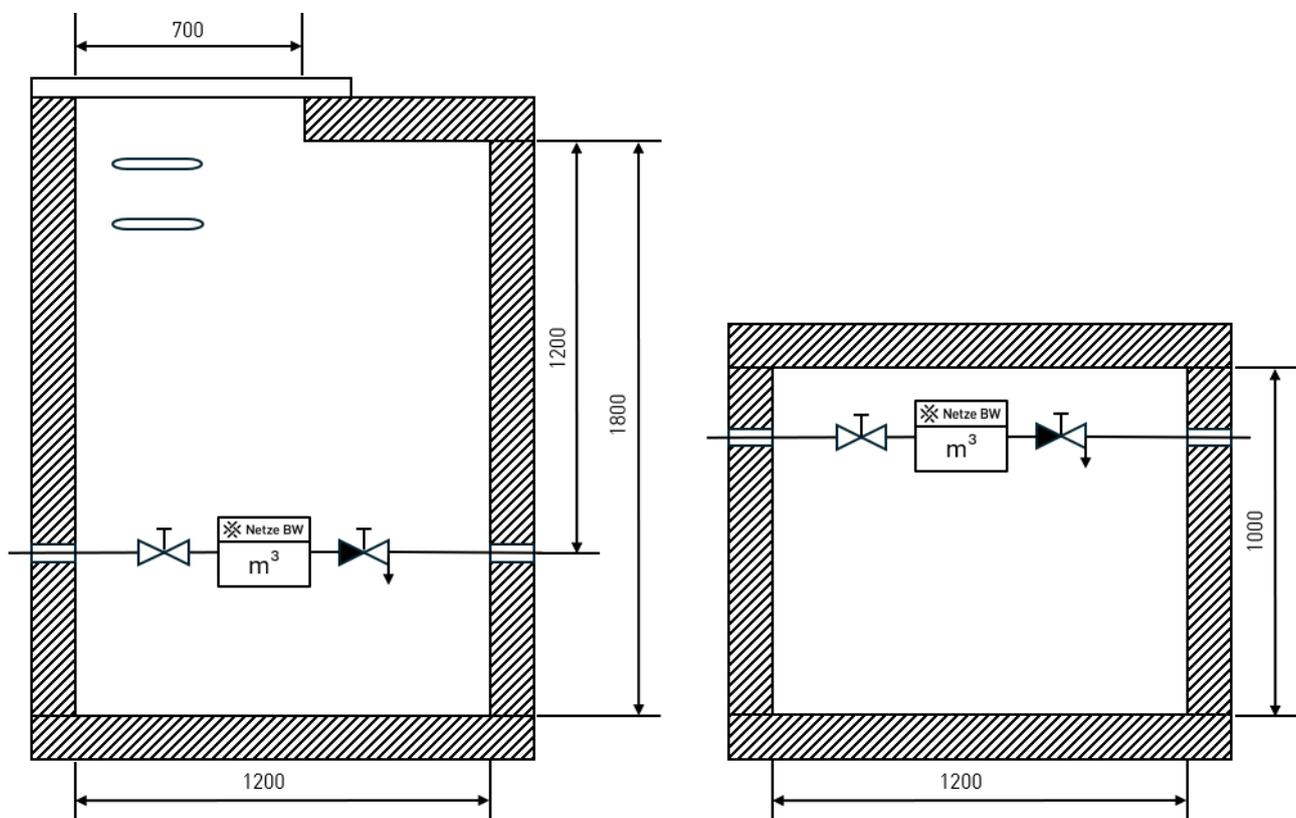
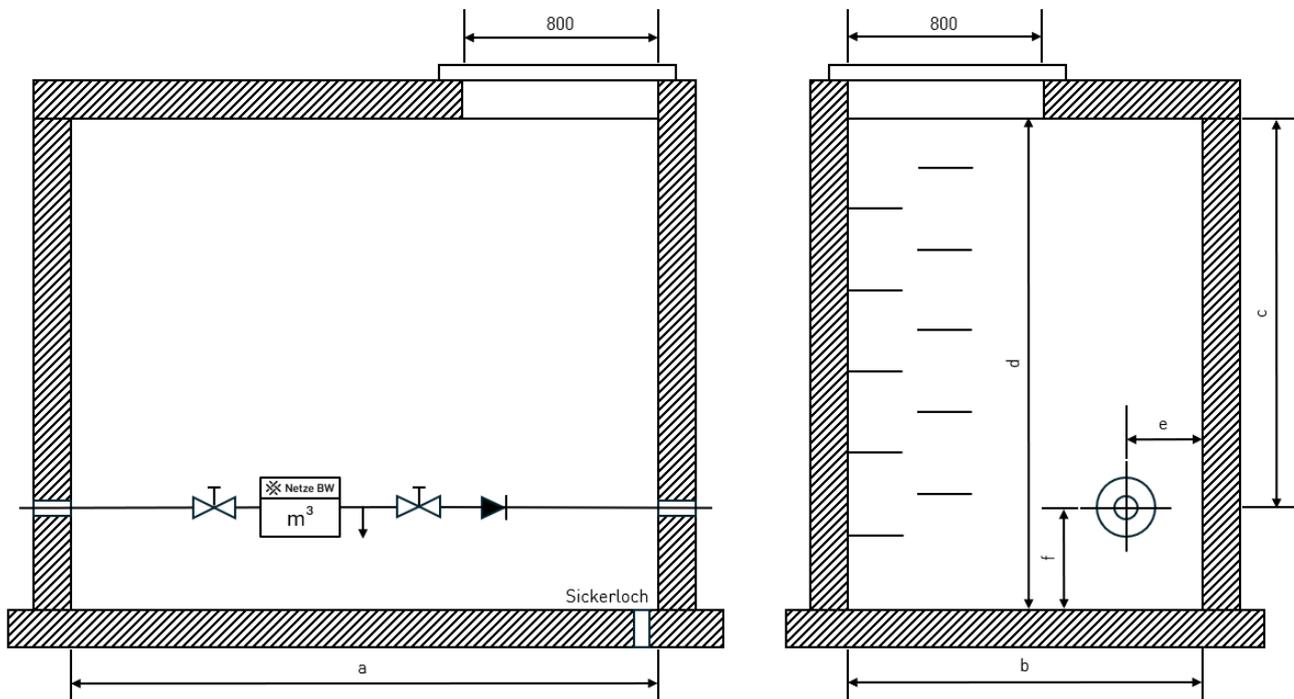

Abbildung 5: Schachtmaße in mm für Anschlussleitungen bis da 63
Abbildung 6: Schachtmaße in mm für Anschlussleitungen größer da 63
Bei der Einstiegsöffnung ist eine lichte Weite (LW) von 800 x 800 mm bzw. einen Mindestdurchmesser von 800 mm einzuhalten (Abbildung 6). Bei Schächten für Anschlussleitungen  $\leq$  da 63 ist eine Einstiegsöffnung von 700 x 700 mm zulässig (Abbildung 5). Die in der Maßtabelle (Tabelle 1) angegebenen Abmessungen stellen Mindestanforderungen für die Unterbringung der Anschlusseinrichtung und der Betriebseinrichtungen dar. Besondere Einrichtungen sind beim Platzbedarf gesondert zu berücksichtigen.